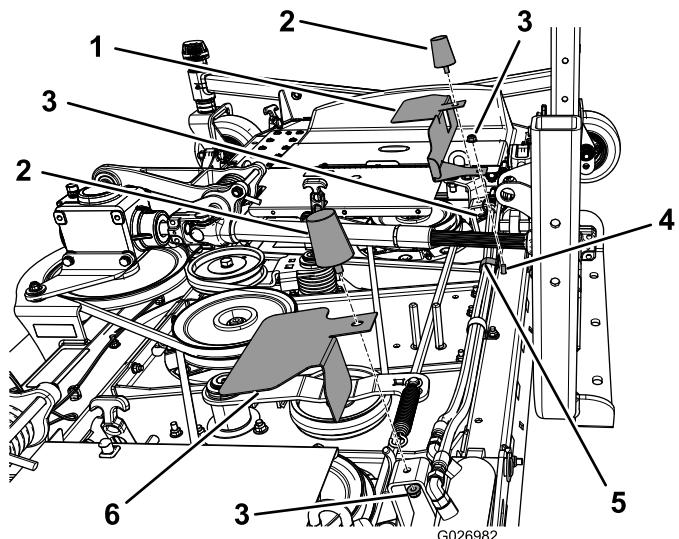
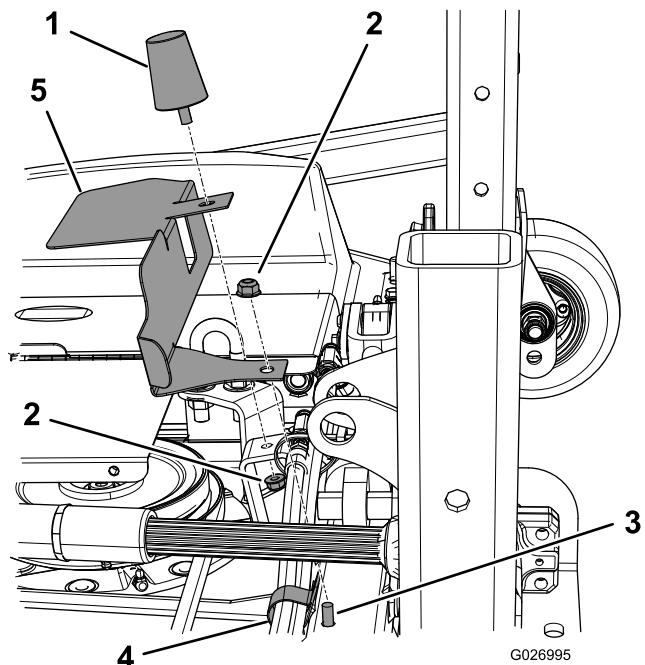

Figure 4
Figure 5
1. Déposez les butées gauche et droite (Figure 4).
3. Montez les protections comme montré à la Figure 4 et la Figure 5.